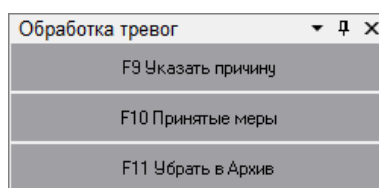

**Рисунок 8-10 Панель
- Для тревожного события объекта системы контроля доступа и других тревог (см. Рисунок 8-10) – см. п. 8.3.3.1.3;